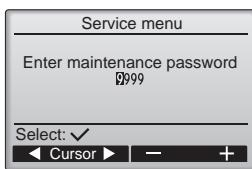

Fig. 7-2
① Поступово виберіть «Main menu» (головне меню) і «Service» (сервіс), а потім натисніть кнопку .
② Після вибору меню «Service» (сервіс) з'явиться вікно з проханням ввести пароль (Fig. 7-2).